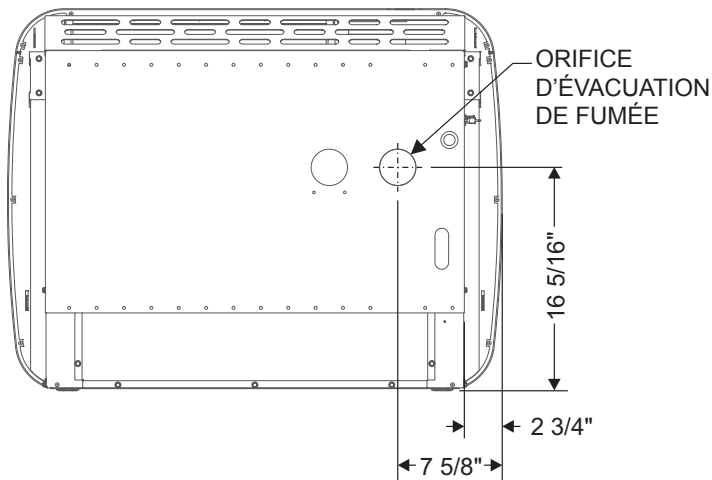

Figure 3
4. Installer l'appareil de chauffage mural PVS et la ventilation selon les instructions fournies avec cet appareil. **Voir Figure 3.**